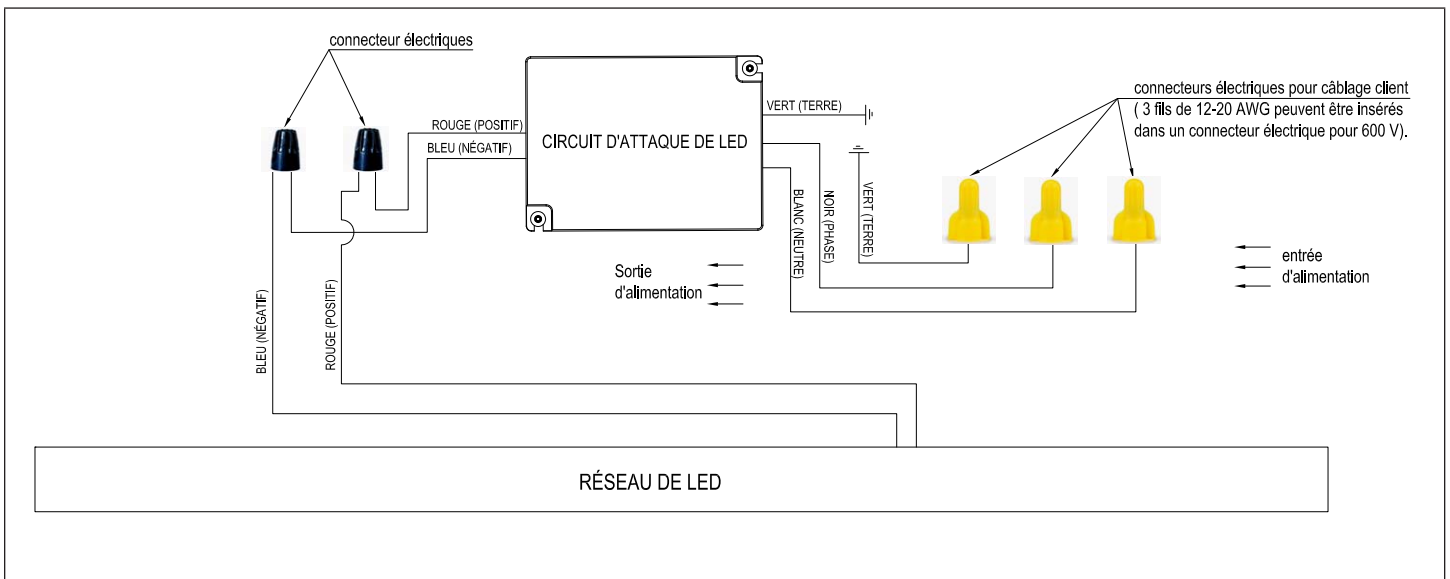

FIGURE 7 : RIGMASTER 4000 LUMEN AVEC CONNECTEURS ELECTRIQUE POUR LE CÂBLAGE CLIENT
3. **Pour Câblage standard :** Connectez les câbles d'alimentation électrique aux conducteurs à 3 fils sortant du compartiment de câblage à l'aide des connecteurs fournis avec le luminaire : voir la figure 6. Une fois le connecteur de fil branché, insérez les connecteurs électriques dans le compartiment de câblage via le conduit / câble. Trou d'entrée. Pour le schéma de câblage, voir Figure 7, 8.
- A. Ouvrez le compartiment de câblage du luminaire en desserrant les quatre vis imperdables. Laisser le couvercle s'ouvrir pour permettre l'accès au compartiment de câblage. Voir la figure 6. Tirez les fils à travers le trou d'entrée de fil de l'autre côté de la boîte. Connectez les fils d'alimentation électrique aux câbles correspondants à l'aide des connecteurs fournis avec le luminaire. Après avoir terminé les branchements, insérer les connecteurs de fil dans le compartiment de câblage à travers le trou d'entrée du conduit / câble. Pour le schéma de câblage, voir Figure 7, 8.